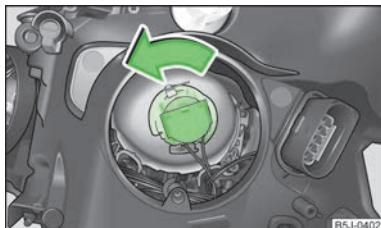

Fig. 148
- » Girar el conector con la bombilla hasta la tope en el sentido contrario al de las agujas del reloj y retirarlo » fig. 148.